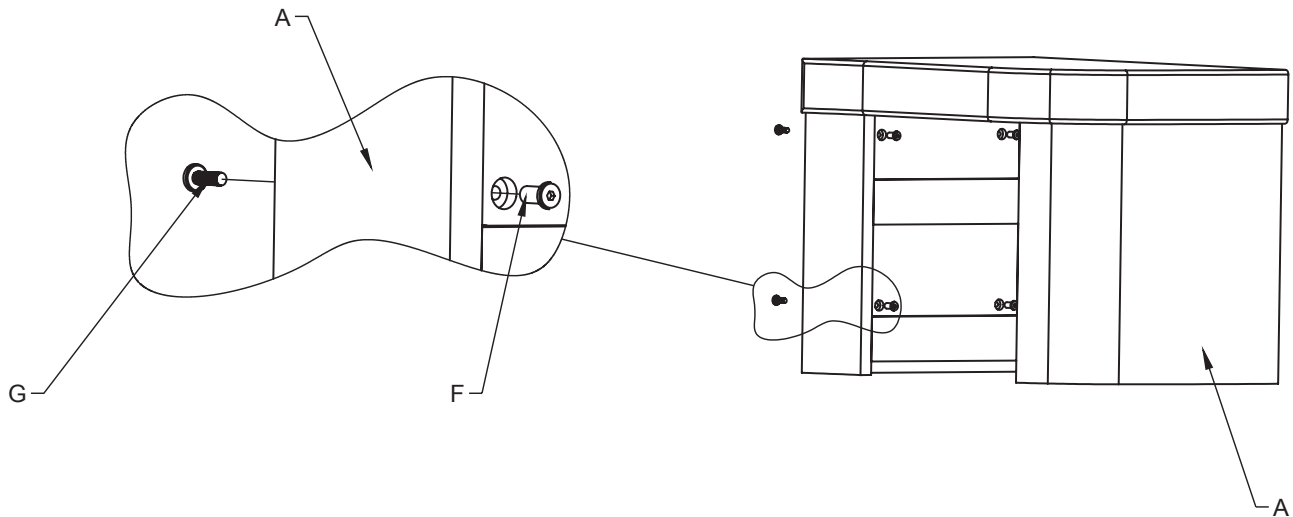

Figura 4
- Taladre los agujeros ya pretaladrados usando una broca de 6,5 mm en el lado del **conjunto del cajón derecho (A)** donde se esté fijando la unidad 5605-1.
- Con la ayuda de una persona, fije el **conjunto de cajón derecho (A)** y la otra unidad deseada usando el **tornillo hembra de instalación lateral (F)** y el **tornillo macho de instalación lateral (G)**.
- Vea la **figura 4**.